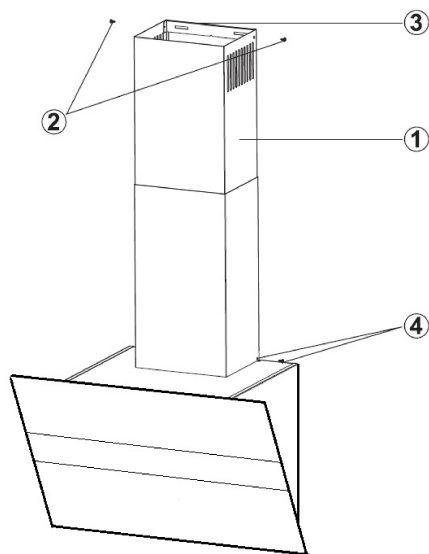

Fig. 11
2. ➔ Borra i punkterna E och F med Ø6mm borr och sätt in Ø6mm pluggar. Montera väggfästet för skorstenen med 3,9x22 skruvar (Fig. 11).
3. ➔ Tryck den inre skorstenen upp mot taket. Skruva fast den med 2 skruvar på sidorna upptill (Fig. 11).
4. ➔ Skruva också fast den yttre skorstenen på sidorna i botten (Fig. 11).